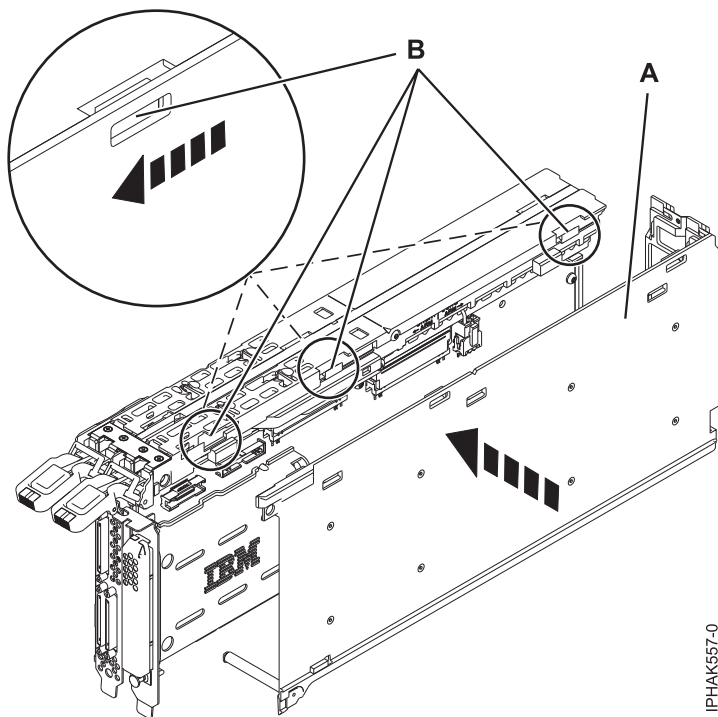

図 58. カバーの取り付け
6. カバーを取り付けます。 80 ページの図 58を参照してください。